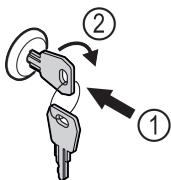

Fig. 151
- Πιέστε μέσα το κλειδί Fig. 151 (1).
- Περιστρέψτε το κλειδί 90° δεξιόστροφα Fig. 151 (2).